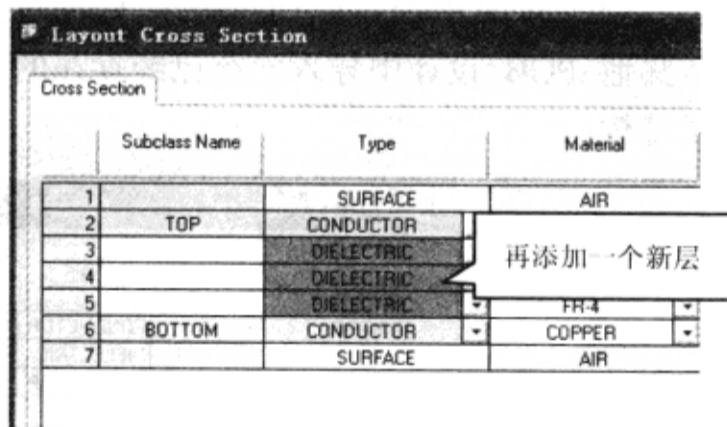

图 7-12-21 再添加一个新的层面
(4) 重复步骤 (3)，再添加一个新层，如图 7-12-21 所示。